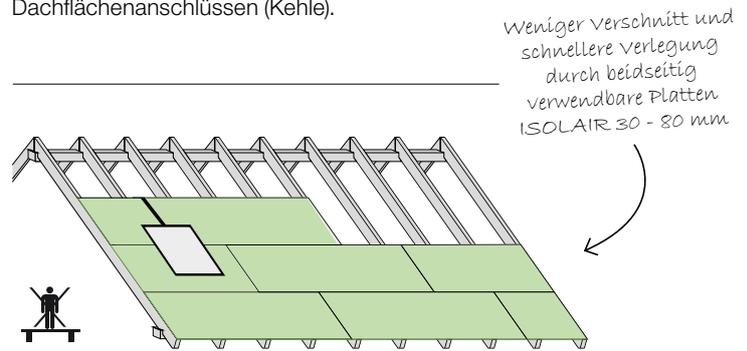

Abb.7 Verlegeprinzip (schematische Darstellung) Platten nur im Sparrenbereich begehen.
- Unterdeckung an der Traufe beginnend, rechteckig im Verband, mit dicht gestoßenen Fugen (ggf. mit Verklebung) verlegen. Mit dem Reststück der 1. Plattenreihe beginnt man die 2. Reihe (Abb.7).
- Vertikalstöße oberhalb Dachflächenfenster oder sonstigen Durchdringungen müssen mit PAVATEX Dichtprodukten abgeklebt werden (Abb.7). Siehe Vertikalstöße.